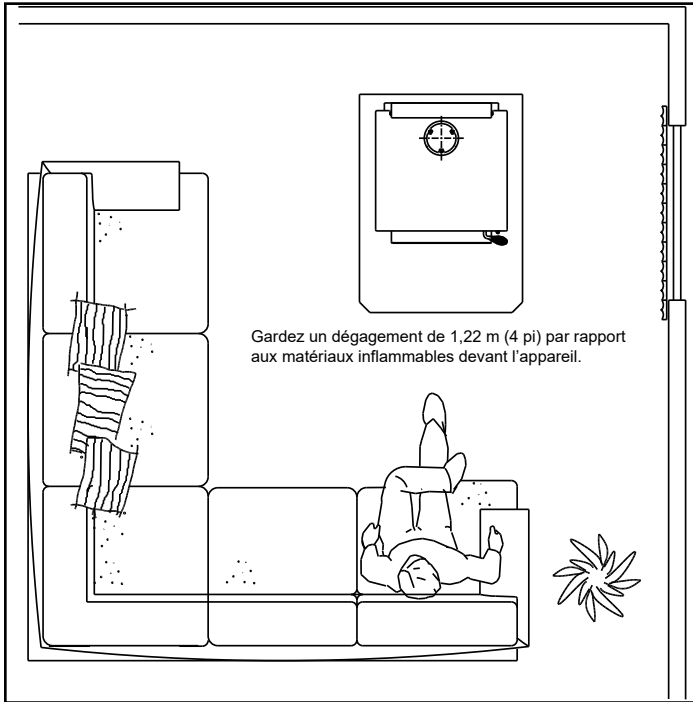

Figure 14.1
3. **Emplacement du disque d'arrêt:** Si le ventilateur refoulant se met en marche et s'arrête à des températures indésirables, placez le disque d'arrêt à un autre endroit de la zone désignée à l'arrière de l'appareil (**Figure 14.1**). Un interrupteur ayant priorité sur le disque d'arrêt peut être utilisé pour désactiver ce dernier si nécessaire.